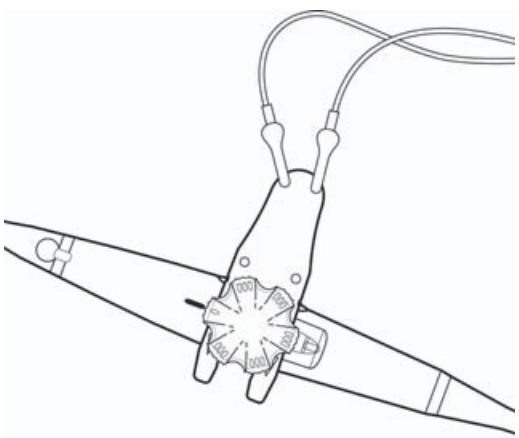

**Figura 6** Ligação da placa condutora
- a** Conecte o fio condutor preto à placa condutora no banho de água salgada conforme mostrado na Figura 6.